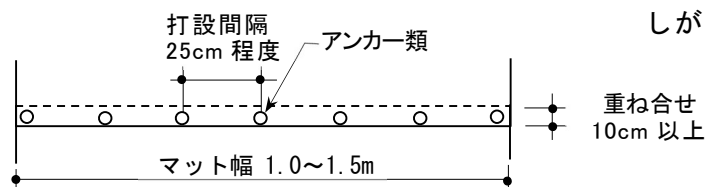

図 1. マット縦方向の重ね合わせと
- マットの重ね合わせは、縦方向（延長方向）に 10 cm 以上、（マットとマットの間に隙間が生じないこと）を目安とする。特に縦方向の重ね合わせは重要であり、しがらの立設、及び上流側のマットが必ず上にくるような形で重ね合わせると共に、1 辺にアンカー類を 7 本打設する（図 1、写真 10）。なお、マットを複数列施工する場合には、横方向に 2～5cm 程度の重ね合わせを行う。